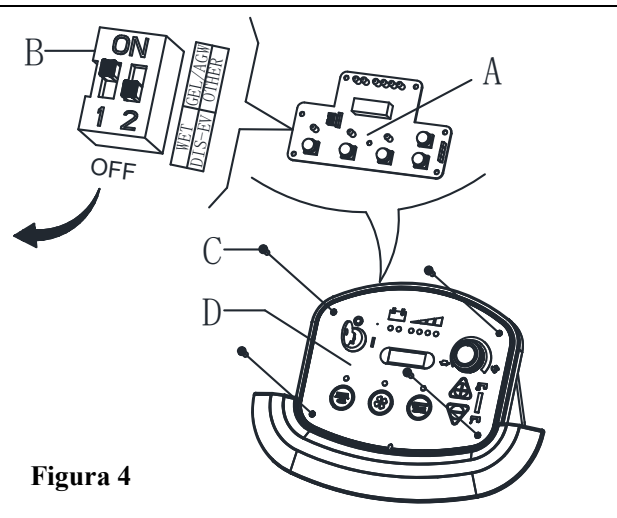

Figura 4
All'installazione di nuove batterie, consultare la figura 4 per regolare gli interruttori DIP. Altrimenti le batterie potrebbero risultare danneggiate.
- Ruotare la chiave di accensione (35) su "I" e nei primissimi secondi di funzionamento della macchina prestare attenzione a quanto segue:
- Se la prima luce di avviso verde (38) lampeggia, la macchina è impostata su GEL / AGM.
- Se la prima luce di avviso gialla (37) lampeggia, la macchina è impostata su Discover EV AGM.
- Se la prima luce di avviso rossa (36) lampeggia, la macchina è impostata su WET.
- Togliere le viti dal pannello di controllo (C, Figura 4), poi girare il PCB (A Figura 4) per trovare l'interruttore DIP (B, Figura4) per l'impostazione del tipo di batteria (WET o Discover EV AGM or GEL / AGM),(Far riferimento a 1 o 2 o 3).